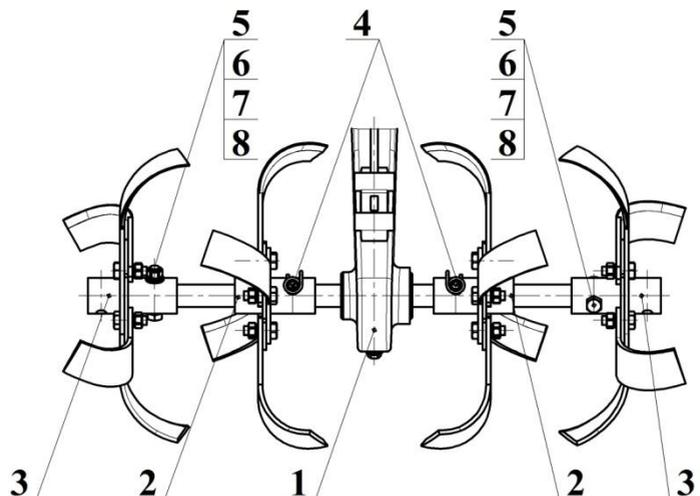

Рисунок 7 – Культиватор
3.7 Культиватор (рисунок 7).
4.8.3 Соберите два блока левых и правых фрез (рисунок 7) в следующей последовательности:
1) Вставьте валик фрезы **2** (рисунок 7), собранной по п.4.7.2 во втулку фрезы **3** (рисунок 7), собранной по п.4.7.1, совместив отверстие валика фрезы с отверстием во втулке фрезы, вставьте болт **5** и зафиксируйте его гайкой **6** с шайбами **7** и **8**;